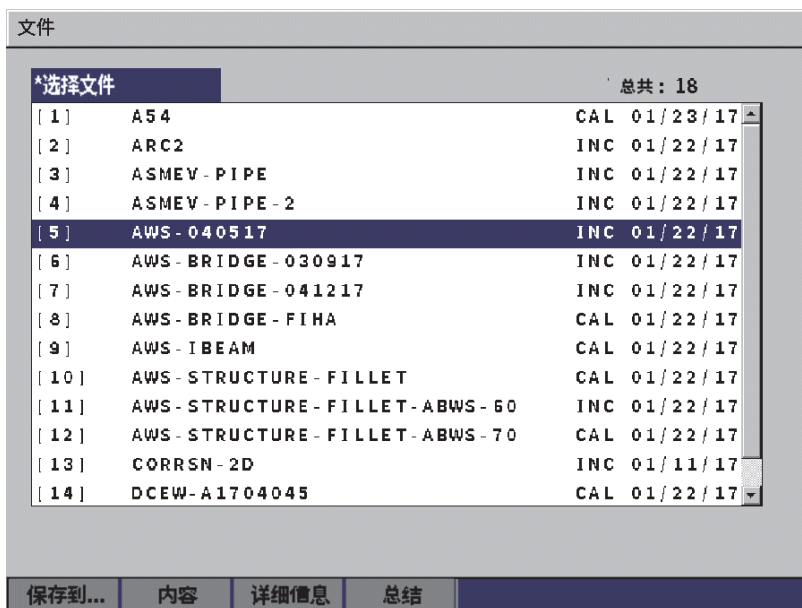

图 9-4 文件设置页
1. 在**具体设置**菜单中，选择文件图标，打开**文件**设置页（参见第 122 页的图 9-4）。
1. 当所选文件被加亮显示时，按确定键，然后按制表键，加亮显示**保存到**按钮（参见第 122 页的图 9-4）。